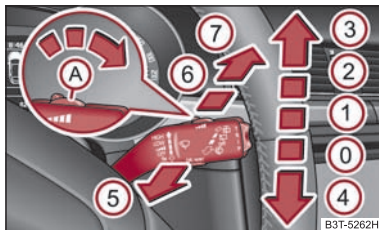

Fig. 63 Palanca de limpiaparabrisas
La palanca de limpiaparabrisas ⇒ fig. 63 tiene las siguientes posiciones:
- Empuje la palanca, apartándola del volante, a la posición (6) ⇒ fig. 63, la escobilla barrerá cada 6 segundos.
- Si está conectado el barrido lento ② ⇒ página 76, fig. 63 o rápido ③ y la velocidad del vehículo disminuye por debajo de 4 km/h se conectará la velocidad de barrido inmediatamente inferior. En caso de aumentar la velocidad a más de 8 km/h se restablecerá el anterior barrido.
Si la palanca del limpiaparabrisas está en la posición ② ⇒ página 76, fig. 63 ó ③, el limpiapuneta posterior realiza un proceso de lavado a una velocidad superior a 5 km/h cada 30 ó 10 segundos.
- Durante 5 segundos presione cinco veces la palanca de mando en la posición ⑥ ⇒ página 76, fig. 63.
Los faros se limpiarán después del primer y tras cada quinto rociado del parabrisas si está conectada la luz de cruce o de carretera y se ha mantenido la palanca del limpiaparabrisas durante aprox. 1 segundo en la posición ⑤ ⇒ página 76, fig. 63.
- A continuación, empujar en el transcurso de 10 segundos la palanca del limpiaparabrisas a la posición ④ ⇒ página 76, fig. 63 - los brazos de las escobillas se desplazarán a la posición de servicio.